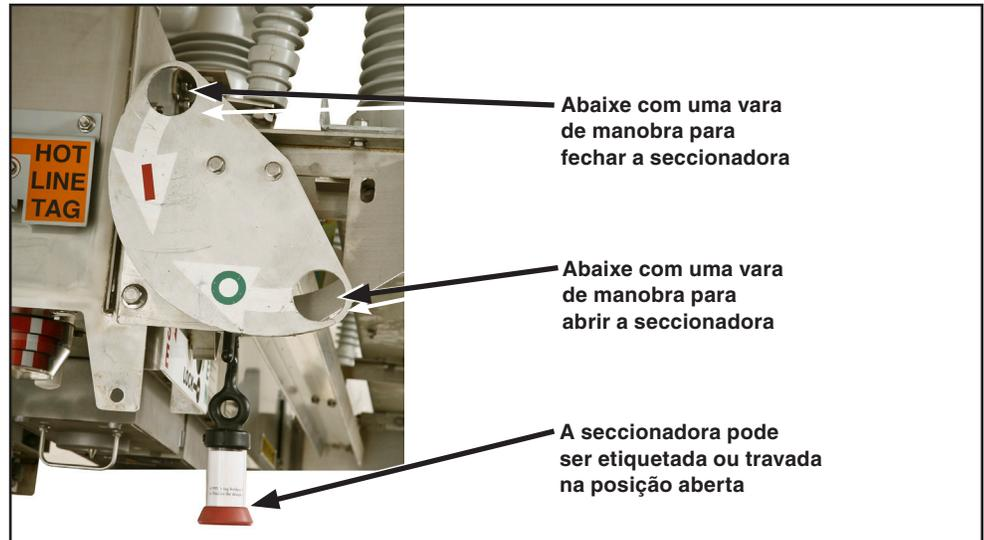

Figura 10. Alavanca de operação da SECCIONADORA no estado Travado em Aberto.
- PASSO 5.** Insira a vara de manobra no furo esquerdo da alavanca de operação da SECCIONADORA, acima da indicação “O”. Ver Figura 10. Puxe a alavanca para baixo. A seccionadora abre.
- PASSO 1.** Remova as etiquetas ou as travas da alavanca de operação da chave SECCIONADORA e da alavanca ABERTO/FECHADO/PRONTO, se aplicável. Ver Figura 4 na página 9 e Figura 10 na página 15.
- PASSO 4.** Insira a vara de manobra no furo esquerdo da alavanca de operação da seccionadora, acima da indicação “I”. Ver Figura 10 na página 15. Puxe a alavanca para baixo. A seccionadora deve fechar.